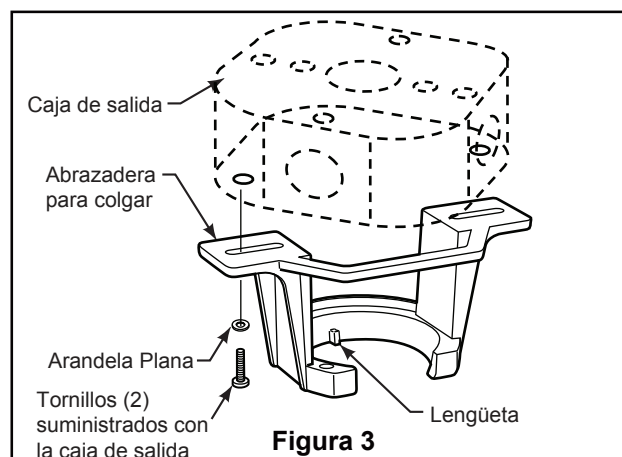

Figura 3
Uso del soporte (Figura 3)
3. Afloje los dos tornillos de fijación del soporte del barral. Introduzca los cables de color negro, azul y blanco a través de la varilla. (Figura 3)
- ☐ 1. Fije bien la abrazadera para colgar a la caja de salida (no se incluye) con los tornillos y las arandelas provistas con la caja de salida. (Figura 3)